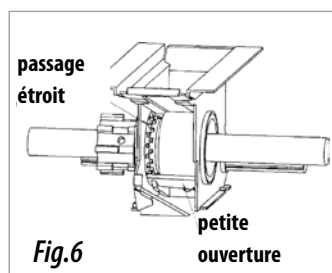

Fig.6
- Pas étroit, petits ergots, pour des semences petites. (fig. 6).
- Modifier l'ouverture inférieure de la trappe selon le grosseur de la semence (figs. 6, 7 y 8).